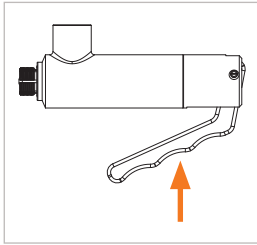

Abbildung 5
- ▶ Betätigen Sie den Handhebel (Pos. 2) (Abbildung 5). Die Spannzangen fallen zusammen.